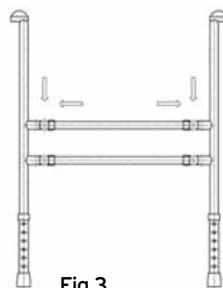

Fig.3
- Una volta che il telaio è completamente assemblato con tutte e quattro le clips nei tubi di collegamento, si può regolare l'altezza delle gambe (vedi sezione Modo d'uso 10.7) (Fig.3)